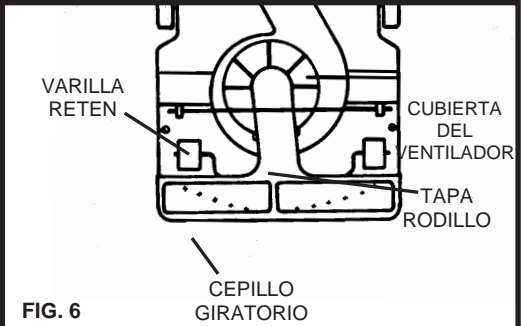

FIG. 6
1. Empuje el pedal de posiciones para liberar el tubo manija, bájelo y voltee la barredora boca abajo (fig. 6)